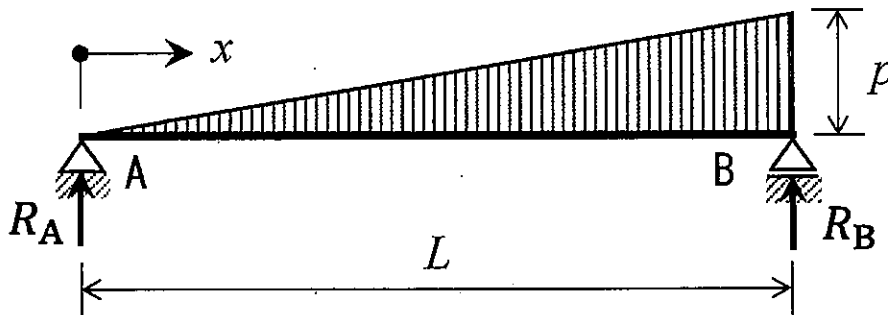

Fig. S-1 A simply supported beam subjected to triangle distributed load
1. Fig. S-1 に示す三角形分布荷重を受ける単純支持はりについて、次の問い 1)~4)に答えよ。ただし、このはりの曲げ剛性は EI であるとする。
Answer the following questions 1) to 4) about a simply supported beam subjected to triangle distributed load shown in Fig. S-1. The bending stiffness of this beam is EI .